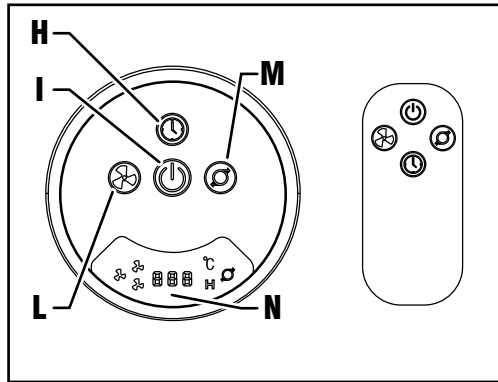

Fig. 2
- DESCRIPTION OF COMMANDS (Fig. 2)**
DESCRIPTION DES FONCTIONS (Fig. 2)